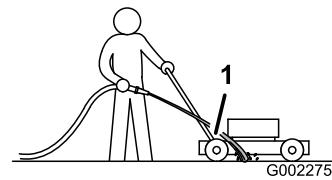

Figura 39
3. Sujete la manguera a la altura del manillar y dirija el agua para que fluya sobre el suelo justo por delante de la rueda trasera derecha (Figura 39).